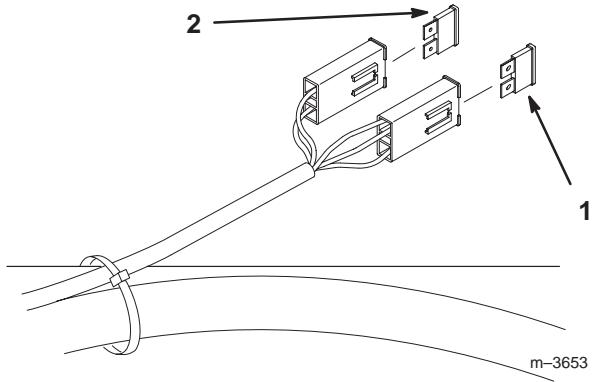

Figure 57
1. Soulever le siège pour accéder au porte-fusibles (Fig. 57).
2. Tirer le fusible à remplacer hors du porte-fusibles (Fig. 57).